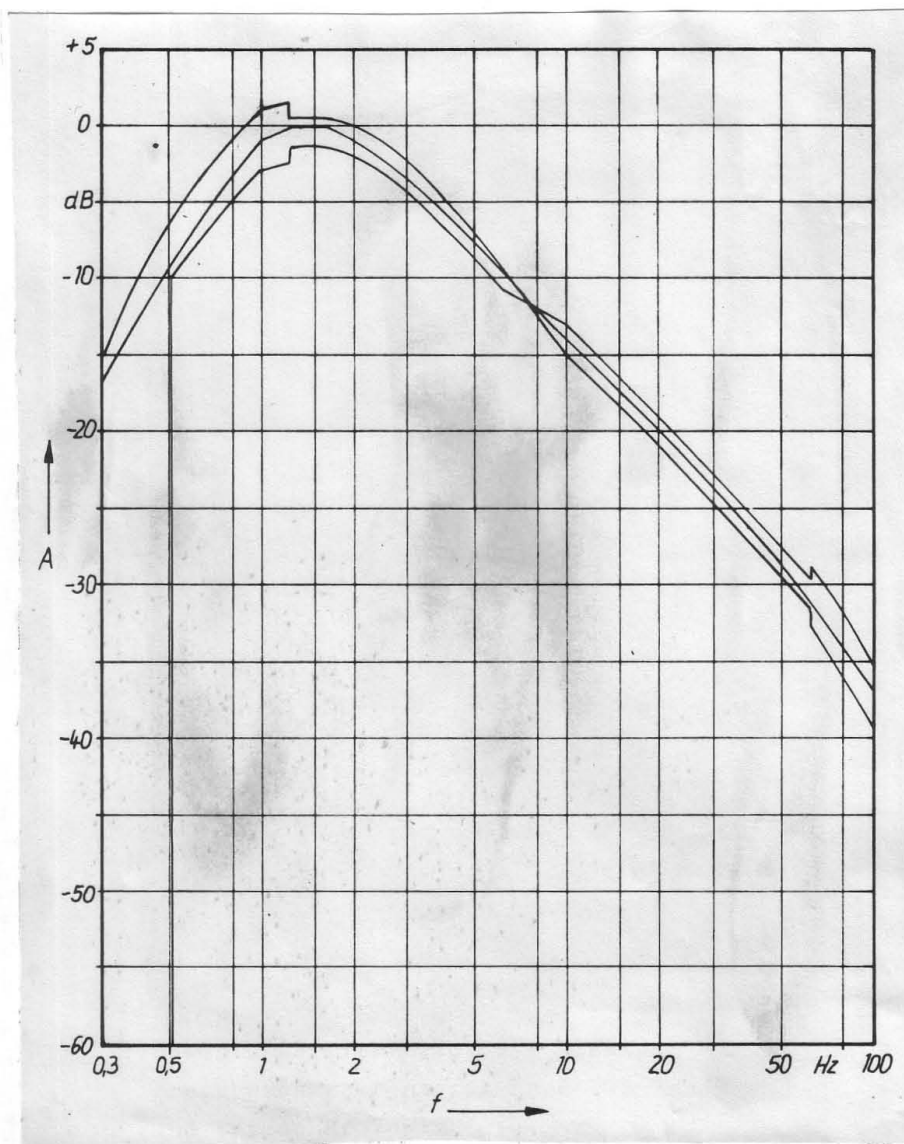

Bild 1: Bewertungsfilter GKS, xy- Richtung
- Betriebsart GKS, Eingänge x,y	siehe Bild 1